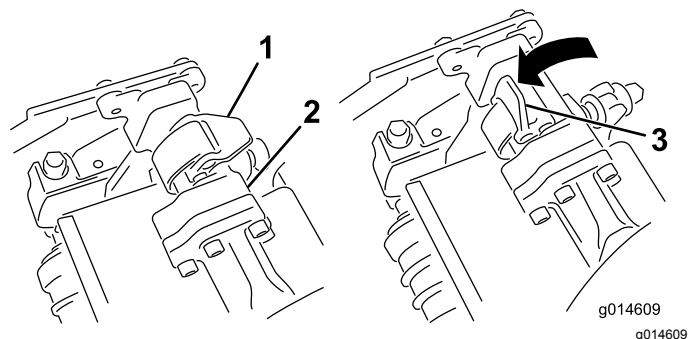
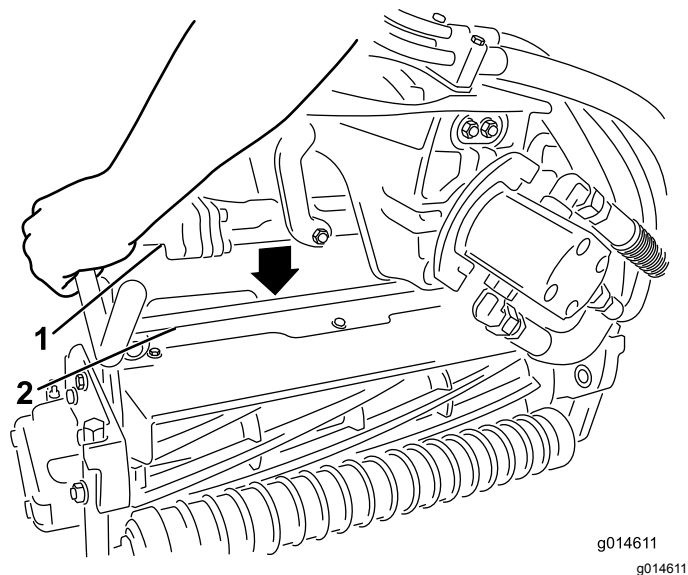

Figure 11
Figure 12
5. Les verrous de la barre de bras de suspension étant orientés en haut (c.-à-d. ouverts) (Figure 11), poussez le bras de suspension vers le bas pour que la barre s'engage sur la barre transversale en haut du plateau de coupe (Figure 12).
6. Fermez les verrous autour de la barre du plateau de coupe et bloquez-les en place (Figure 11).